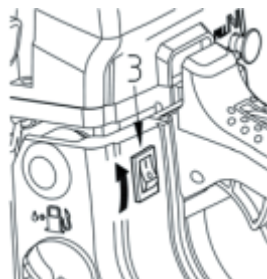

Рис. 6.2
4. Установите выключатель зажигания (рис. 6.2 поз. 3) в положение "I".